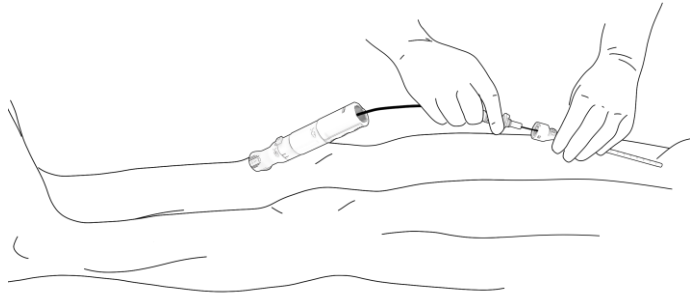

Abbildung 8. Vorschieben des PerQseal®-Gefäßverschlussystems zur Einführschleuse
- b. Die Ladekanüle über den Führungsdraht zum Ansatz der Einführschleuse vorschieben, siehe Abbildung 8. Wenn sich die Verfolgung über den Führungsdraht als schwierig gestaltet, ist sicherzustellen, dass der Führungsdraht nicht geknickt ist und kein geronnenes Blut oder Thrombus vorliegt.